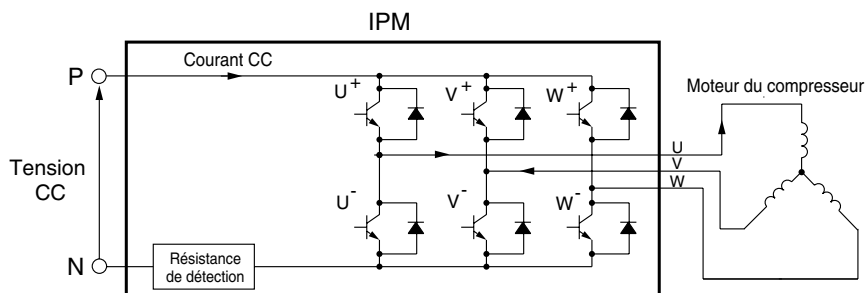

Fig. 6-6
(1) Active les transistors U⁺ et V⁻ du bloc d'alimentation, afin que le courant passe dans les bobines du moteur comme indiqué dans la Fig. 6-6.
(2) Varie le temps de mise en MARCHÉ du transistor U⁺ en fonction du niveau de tension CC et le démarrage est contrôlé afin que le courant de démarrage soit d'environ 10A.